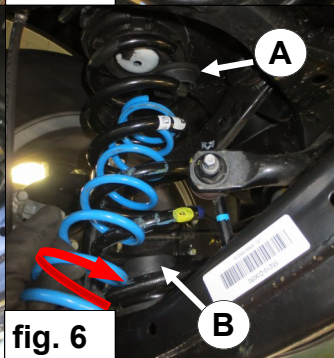

fig. 6
6. Plaats veerschotel **A** op de bovenzijde van de hulpveer **C** en centreer deze in het gat in het chassis. *Zie fig. 6 & 7.*
6. Place the spring seat **A** on top of the auxiliary spring **C** and center it into the hole in the chassis. *See fig. 6 & 7.*
6. Stellen Sie Federteller **A** auf der Oberseite des Hilfsfeder **C** und zentrieren Sie ihn in das Loch in das Chassis. *Siehe Fig. 6 & 7.*
6. Placez la coupelle A sur le ressort auxiliaire C et le centrer dans le trou dans le châssis. Voir fig. 6 & 7.
6. Istället fjädersäte A på den övre sidan av den ytterligare fjädern C och centrera den i hålet i chassit. Se fig. 6 & 7.
6. Monte plato de muelle A en el lado superior del muelle auxiliar y el centro en el agujero del chasis. Véase fig. 6 & 7.